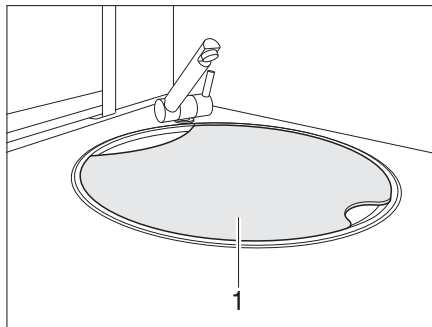

Fig. 12 Cubierta de fregadero
► En caso de un accidente o una frenada de emergencia la cubierta de fregadero (Fig. 12,1) puede causar lesiones a los ocupantes del vehículo. Antes de comenzar el viaje tomar la cubierta de fregadero y guardarla segura en el bloque de cocina o en el armario ropero.